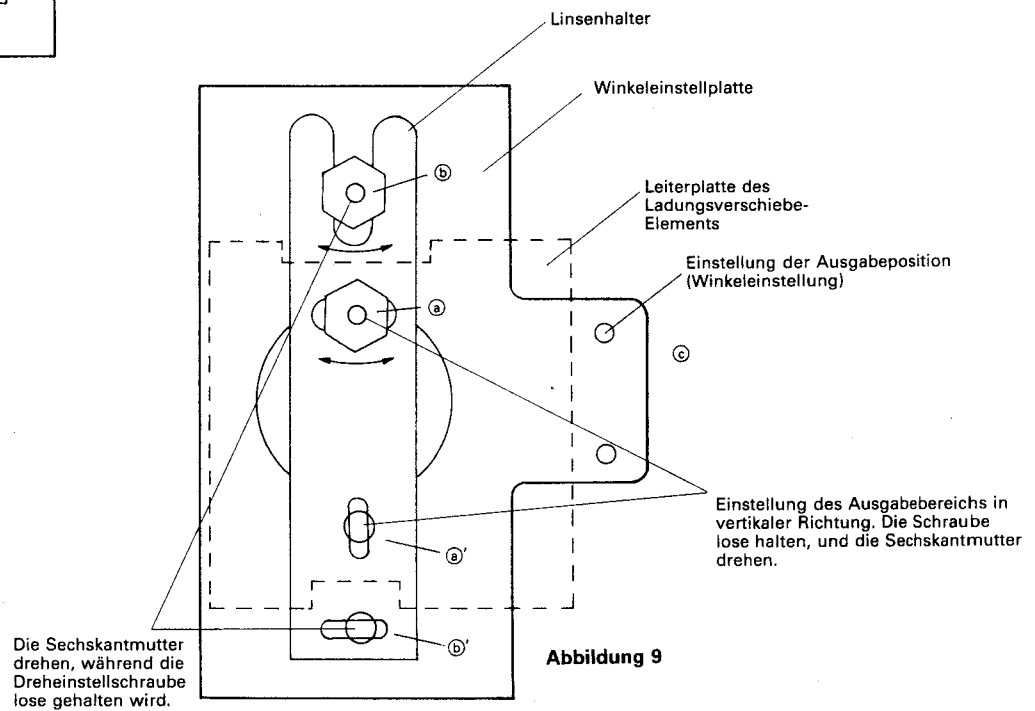

Abbildung 9
<p>⑤ Einstellung der Drehrichtung R223 und R226 kurzschließen. Die Einstellung durch Drehen der Sechskantmutter ⑥ der Abbildung 9 so vornehmen, daß alle Markierungen im Muster ③ erscheinen. Die Muttern ⑥ und ⑥' nach der Einstellung sichern.</p>	<p>③</p>
- (4) Die in Abbildung 9 gezeigten Schrauben ① und ② lösen.
- (1) Eine Kopie des ersten Bildes anfertigen und deren Druckzustand überprüfen.
- (2) Wenn der sich ergebende Druck dem in der Abbildung 14 gezeigten entspricht, die Schraube ⑥ der Abbildung 9 langsam entgegen dem Uhrzeigersinn drehen, während dabei die Kopie eines Bildes angefertigt wird. Die Schraube nicht weiterdrehen, wenn der Druck dem in der Abbildung 15 gezeigten entspricht. Damit ist die Einstellung beendet.
- (1) Die Rückwand entfernen, und den Drucker anbringen.
- (2) Den Netzschalter einschalten, und die anfängliche Einstellung machen.
- (3) Eine vertikale Linie mit einem schwarzen Markierstift entlang einer willkürlichen vertikalen Linie in der Mitte des Schreibweißblattes ziehen.
- (4) Die in Abbildung 9 gezeigten Schrauben ⑥ und ⑦ lösen.
- (1) Eine Kopie des Bildes mit der vertikalen Linie anfertigen.
- (2) Den Zustand der kopierten Linie überprüfen.
- (3) Wenn die vertikale Linie wie in Abbildung 17 gezeigt ausgedruckt wird, die Sechskantmutter ⑥ der Abbildung 9 mit dem Einstellwerkzeug entgegen dem Uhrzeigersinn drehen, bis sich die in Abbildung 18 gezeigte Linie ergibt. Wenn die Linie wie in Abbildung 20 gezeigt ausgedruckt wird, die Sechskantmutter im Uhrzeigersinn drehen, bis sich die in der Abbildung 18 oder 19 gezeigte Linie ergibt. (In manchen Fällen wird eine vertikale Linie gemäß Abbildung 19 als Ergebnis der Ausgabezeitsteuerung gedruckt. Dies stellt für die Einstellung kein Problem dar.)
- (4) Die vertikale Linie mehrmals kopieren, und diese Einstellung wiederholen, bis die Steigung der vertikalen Linie linear wird.
- (5) Nach Beendigung der Einstellung die Schrauben ⑥ und ⑦ anziehen. Dann erneut eine Kopie der vertikalen Linie anfertigen und nachprüfen, ob die Einstellung vollständig ist.
- (6) Die Ausgabe überprüfen, und falls irgendeine Unregelmäßigkeit festgestellt wird, eine Neueinstellung gemäß dem Verfahren "2 Einstellung der Ausgabe-position" auf Seite 13 vornehmen.
- (7) Sicherungsmittel auf die Schrauben ⑥ und ⑦ auftragen, um damit die Einstellung zu beenden.